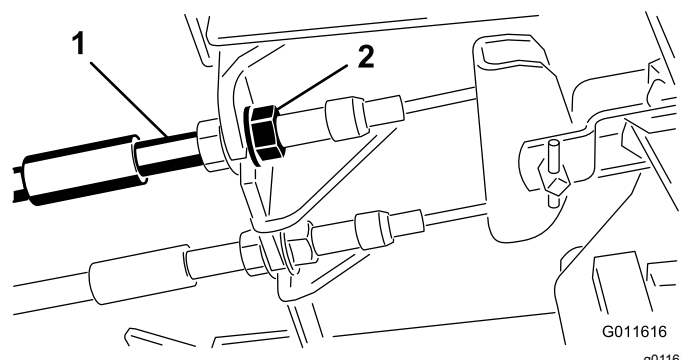

Figura 66
- Para reduzir a folga dos pedais dos travões, aperte os travões desapertando a porca dianteira que se encontra na extremidade roscada do cabo dos travões (Figura 66).